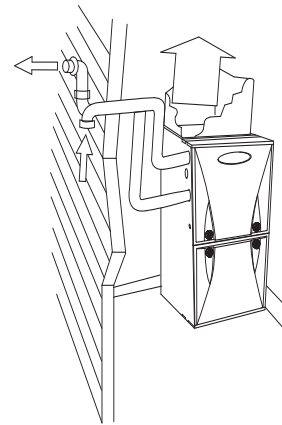
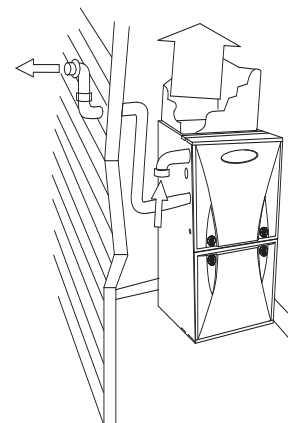

Fig. 2 – Tuyaux d'évent extérieurs
Fig. 3 – Tuyau d'air de combustion intérieur
- Votre nouvelle chaudière à gaz pourrait avoir été installée de deux façons, soit pour une application à ventilation directe (à deux conduits, Fig. 2) ou à ventilation indirecte (à un conduit, Fig. 3).
- Dans une application à ventilation directe (deux conduits), votre chaudière utilise l'air de l'extérieur de la maison pour la combustion et évacue les gaz de combustion dans l'atmosphère. Ce type d'application comporte deux tuyaux reliant la chaudière à l'extérieur. Dans certains cas, le tuyau d'entrée d'air peut se trouver dans un endroit ayant accès à l'air extérieur, comme dans un grenier. Dans tous les cas, le tuyau d'évent de sortie doit être acheminé vers l'extérieur. (Consultez la Fig. 2) Dans cette application, les tuyaux d'évent et d'entrée d'air doivent aboutir à l'extérieur de la structure et être complètement dégagés. Ne bloquez pas ou n'obstruez pas les ouvertures d'air sur la chaudière ou les espaces autour de la chaudière.
- Dans une application à ventilation indirecte (un tuyau), votre chaudière utilise l'air de la pièce pour la combustion et évacue les gaz de combustion dans l'atmosphère. Ce type d'application comprend un seul tuyau reliant la chaudière à l'extérieur. (Consultez la Fig. 3) L'autre tuyau aboutit dans le même espace que la chaudière et aspire l'air de combustion de la chaudière. Il ne faut donc pas que la chaudière soit enfermée dans une pièce hermétique ou isolée par des portes hermétiquement fermées. Il doit y avoir une circulation d'air suffisante pour assurer une combustion efficace et une bonne ventilation. N'obstruez le tuyau d'air de combustion d'aucune manière. Le tuyau d'évent doit aboutir à l'extérieur de la structure et ne doit jamais être bouché. Ne bloquez pas ou n'obstruez pas les ouvertures d'air ou l'espace autour de la chaudière.